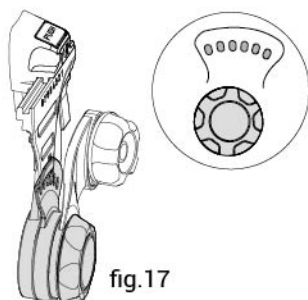

fig.17
- Per regolare la posizione di riposo e l'intervallo di rotazione, allentare la manopola di regolazione, ruotare la leva su 1 delle 3 posizioni e serrare la manopola di regolazione (vedere fig. 17).